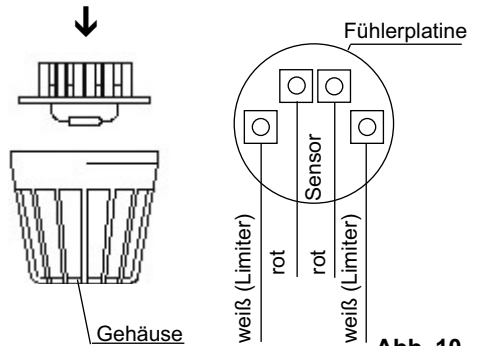

Abb. 10
4. Die Leitungen für den Begrenzer (weiß) und den Temperaturföhler (rot) gemäß Abb. 10 an der Föhlerplatine anklennen: Die Föhlerplatine anschließend in das Gehäuse einrasten.